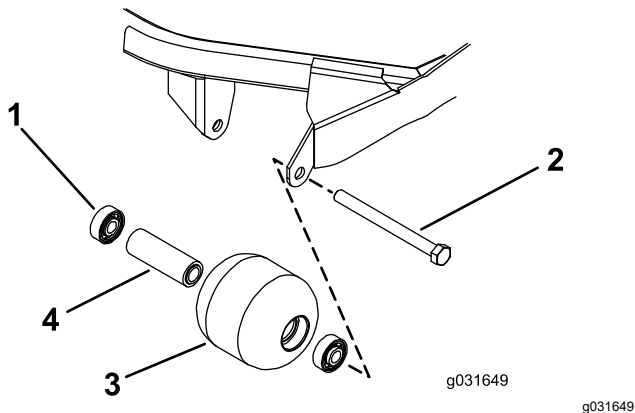

Bild 72
1. Entfernen Sie die Rollenbefestigungsschraube (Bild 72).
4. Prüfen Sie das Rollengehäuse, die Lager und das Distanzstück auf Beschädigungen (Bild 72).
Käfig oder gleichmäßig auf den inneren und äußeren Käfig drücken (Bild 72).
2. Setzen Sie ein Distanzstück ein (Bild 72).
3. Drücken Sie das zweite Lager in das Rollengehäuse, indem Sie nur auf den äußeren Käfig oder gleichmäßig auf den inneren und äußeren Käfig drücken, bis es auf dem Distanzstück aufliegt (Bild 72).